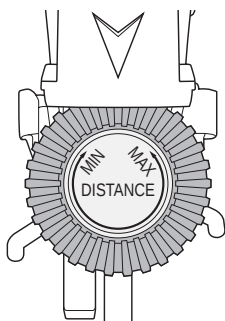

Fig. 5
- ◆ Presione la palanca de bloqueo **2** hacia abajo y gire el regulador giratorio **1** hacia la marca MAX para aumentar la distancia del chorro de agua (consulte la fig. 5). Si gira el regulador giratorio **1** hasta el tope hacia la marca MAX, el aparato puede rociar agua hasta una distancia de 11 metros si la presión del agua es de 4 bar.
- ◆ Presione la palanca de bloqueo **2** hacia abajo y gire el regulador giratorio **1** hacia la marca MIN para disminuir la distancia del chorro de agua (consulte la fig. 5).